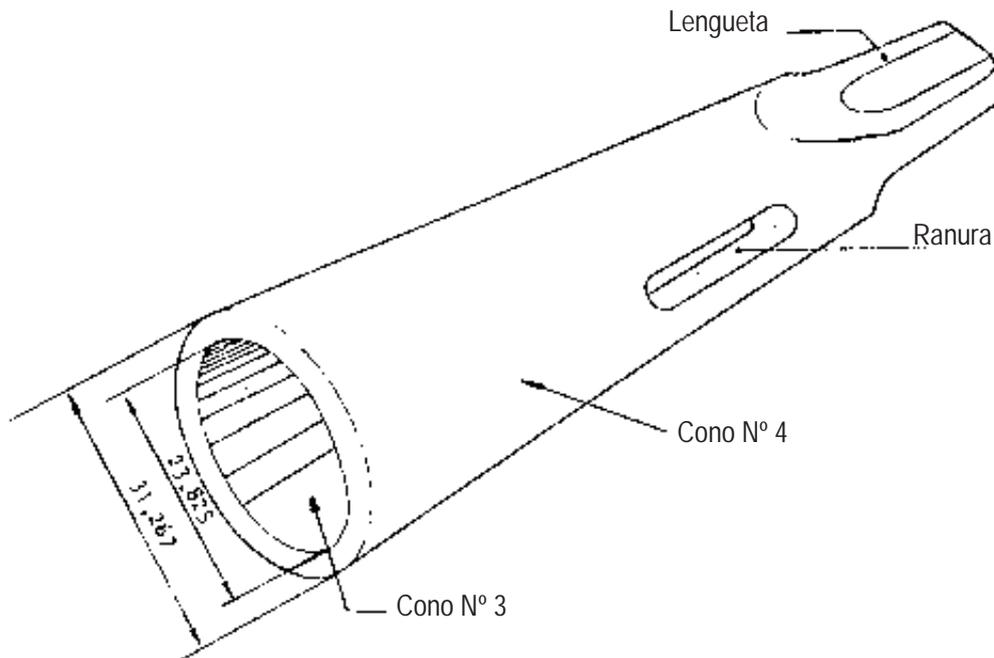

Fig. 2
1) El cono de reducción 4 - 3 significa que el exterior es un cono - macho Nro. 4 y el interior es un cono-hembra Nro. 3 (Fig. 2).